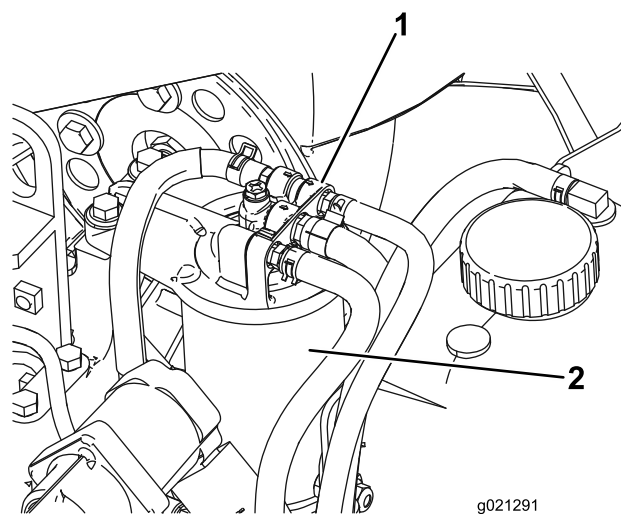

Рисунок 95
2. Снимите фильтр и очистите монтажную поверхность головки фильтра (Рисунок 95).
1. Очистите поверхность вокруг головки топливного фильтра (Рисунок 95).